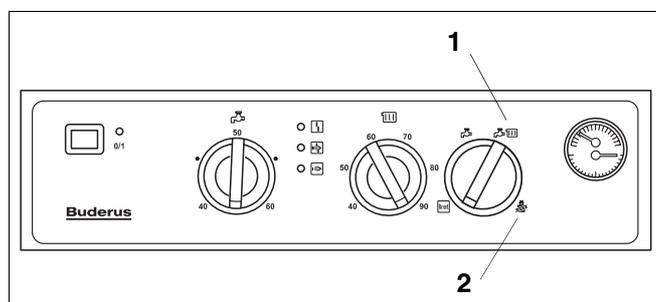

Fig. 24 Livello di servizio
- Portare l'interruttore per la selezione del tipo di funzionamento in posizione  (fig. 24, pos. 1).